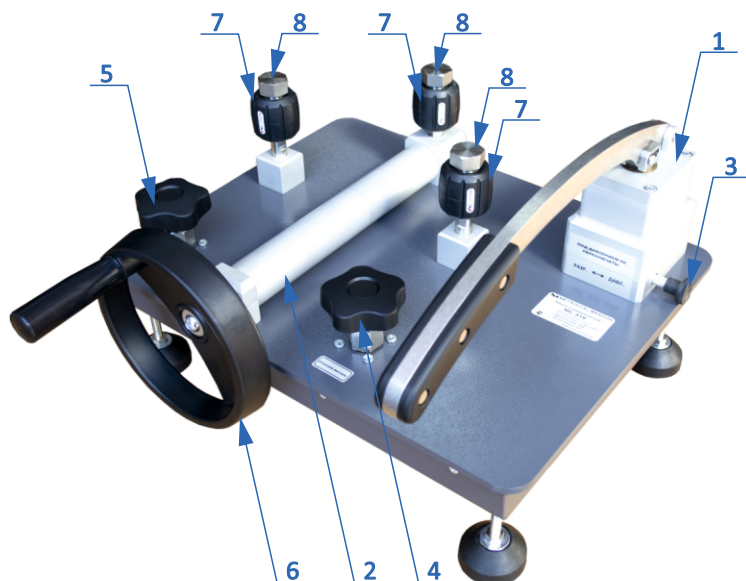

Рисунок 1 – Основные составные элементы помпы
1. Убедитесь, что сбросной (поз. 5, рис. 1) и отсечной (поз. 4, рис. 1) вентили открыты, при необходимости откройте их, вращая рукояти против часовой стрелки.
2. Выкрутите заглушки (поз. 8, рис. 1) из портов подключения (поз. 7, рис. 1). Убедитесь в наличии уплотнительных колец в портах подключения, а также в их целостности. При надобности произведите замену колец из комплекта поставки, ровно установив их в посадочные места.
4. Установите СИ в порты подключения (поз. 7, рис. 1). Для этого совместите штуцер СИ соосно с гайкой порта подключения и вращайте гайку против часовой стрелки до упора без применения инструмента.
5. В незадействованные порты подключения установите заглушки (поз. 8, рис. 1).
6. Убедитесь, что переключатель режимов работы (поз. 3, рис. 1) установлен в положение «давление», при необходимости установите его в требуемое положение, потянув ручку (см. рис 2).
7. Вращая маховое колесо (поз. 6, рис. 1), установите поршень цилиндра точной регулировки (поз. 2, рис. 1) в среднее положение для возможности точной подстройки значения давления до нужной величины в обе стороны.
8. Закройте сбросной вентиль (поз. 5, рис. 1), вращая рукоять по часовой стрелке до упора.
9. Используйте рычаг пневматического насоса (поз. 1, рис. 1) для повышения давления или кратковременное открытие сбросного вентиля (поз. 5, рис. 1) для его снижения, создайте давление, близкое к необходимому.
10. Закройте отсечной кран, вращая вентиль (поз. 4, рис. 1) по часовой стрелке до
11. Вращая маховое колесо регулировки давления (поз. 6, рис. 1), установите точное значение требуемого давления. При вращении махового колеса по часовой стрелке давление в системе увеличивается, а при вращении против часовой стрелки уменьшается.
14. Для создания другого значения давления откройте отсечной вентиль (поз. 4, рис. 1) и повторите действия, описанные в п. 9-13.
15. По окончании работы произведите сброс давления в системе, открыв сбросной вентиль (поз. 5, рис. 1), и сброс давления в насосной части, открыв отсечной вентиль (поз. 4, рис. 1) путём вращения ручки против часовой стрелки.
16. Снимите СИ с портов подключения (поз. 7, рис. 1), вращая гайки портов против часовой стрелки, и закройте порты заглушками.
2. Выкрутите заглушки (поз. 8, рис. 1) из портов подключения (поз. 7, рис. 1). Убедитесь в наличии уплотнительных колец в портах подключения, а также в их целостности. При необходимости произведите замену колец из комплекта поставки, ровно установив их в посадочные места.
6. Убедитесь, что переключатель режимов работы (поз. 3, рис. 1) установлен в положение «разрежение», при необходимости установите его в требуемое положение, надавив на ручку (см. рис 2).
7. Вращением махового колеса (поз. 6, рис. 1) установите поршень цилиндра точной регулировки (поз. 2, рис. 1) в среднее положение для возможности точной подстройки значения давления до нужной величины в обе стороны.
9. Используйте рычаг пневматического насоса (поз. 1, рис. 1) для повышения разрежения или кратковременное открытие сбросного вентиля (поз. 5, рис. 1) для его снижения, создайте давление, близкое к необходимому.
10. Закройте отсечной кран, вращая вентиль (поз. 4, рис. 1) по часовой стрелке до упора.
11. Вращением махового колеса регулировки давления (поз. 6, рис. 1) установите точное значение требуемого разрежения. При вращении махового колеса по часовой стрелке разрежение в системе уменьшается, а при вращении против часовой стрелки увеличивается.
14. Для создания другого значения разрежения откройте отсечной вентиль (поз. 4, рис. 1) и повторите действия, описанные в п. 9-13.
15. По окончании работы произведите выравнивание давления в системе с атмосферным, открыв сбросной вентиль (поз. 5, рис. 1), и сброс давления в насосной части, открыв отсечной вентиль (поз. 4, рис. 1), путём вращения ручки против часовой стрелки.
1. До начала работ убедитесь, что открыты (выкручены против часовой стрелки) сбросной и отсечной вентили (поз. 4, рис. 1 и поз. 5, рис. 1).